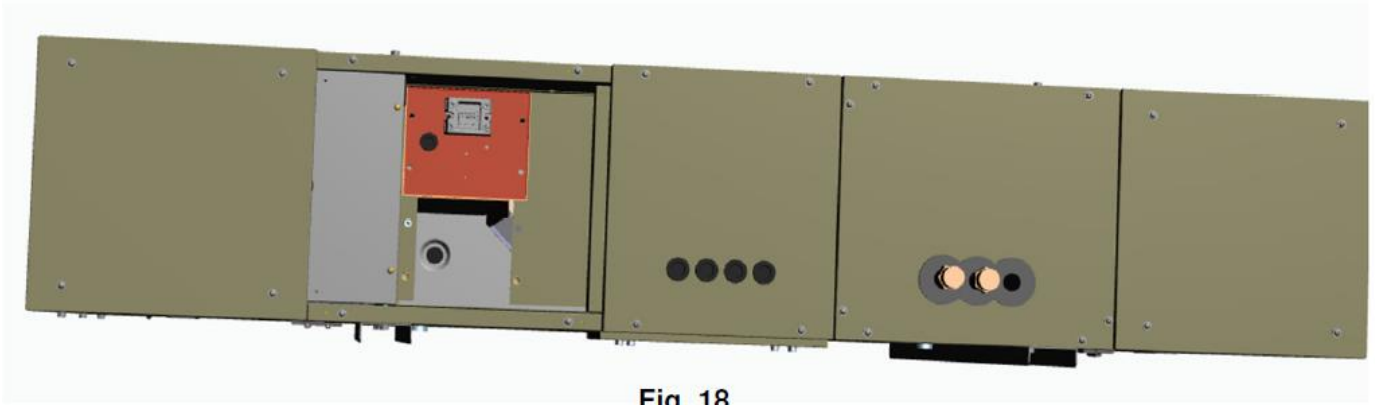

Fig. 18
- Zdejmij panel boczny lub panele będące przedmiotem zainteresowania (fig. 18).